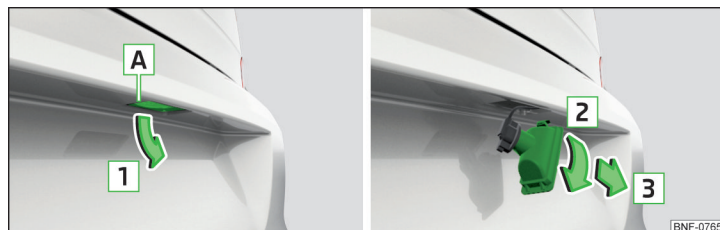

Fig. 180 Udtagning af nummerpladelygte
- Stik en skruetrækker ind i spalten i området **A** » Fig. 180, og løsn lygten i pilens retning **1**.